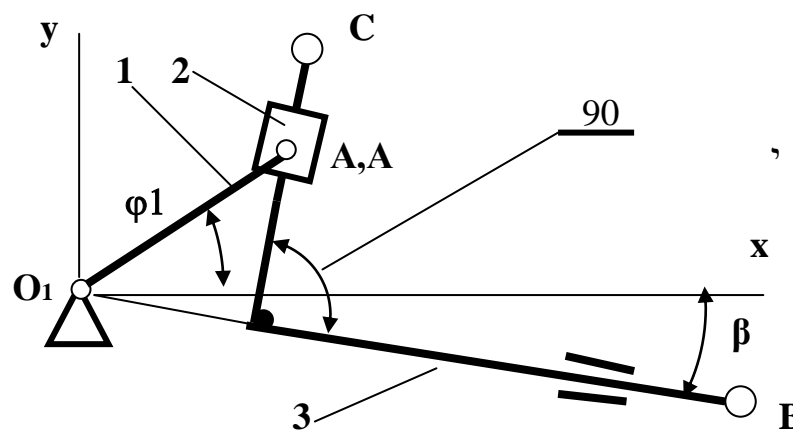

Рис. 2
24. Записать функцию положения ведомого звена 3 синусного механизма (Рис. 2).
27. Для синусного механизма на рис. 2 определить значение угла поворота  $\varphi_1 = ?$  кривошипа 1, соответствующего максимальному ускорению  $A_{3\text{max}} = ?$  движения звена 3 ( $\beta = 30$  град.,  $L_1 = 80$  мм,  $\omega = 10$  рад/с).